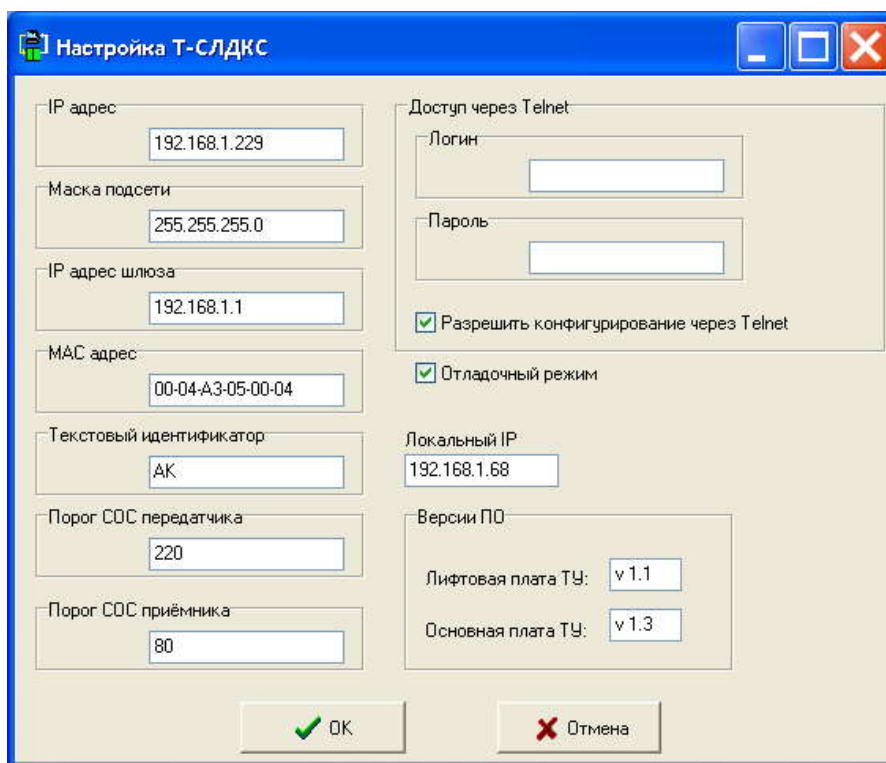

Рисунок 15 – Окно "Настройка T-СЛДКС"
- 2.4. На вкладке **Устройство тестирования** в окне редактирования панели **IP Т-СЛДКС-Ethernet** следует ввести IP-адрес тестирующего устройства. В случае если IP-адрес неизвестен, то следует провести поиск Т-СЛДКС, нажав кнопку **Поиск**. Появится окно **Поиск Т-СЛДКС** (рисунок 14). В таблице будут отображаться найденные блоки Т-СЛДКС. Для редактирования параметров найденного блока следует нажать кнопку **Настройки Т-СЛДКС**, после чего появится окно **Настройка Т-СЛДКС** (рисунок 15).